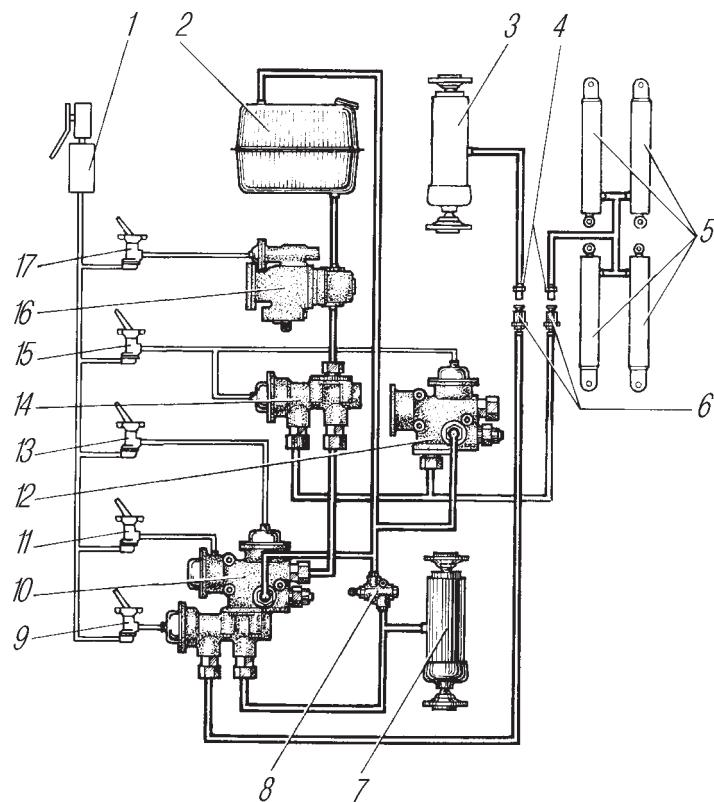

Рис. 111. Схема пневмогидравлическая самосвальной установки автомобиля Урал-55571-40:
**Схема самосвальной установки автомобиля Урал-55571-40** показана на рис. 111. Работа самосвальной установки аналогична работе самосвальной установки автомобиля Урал-5557-40, за исключением закрывания боковых бортов платформы автомобиля.